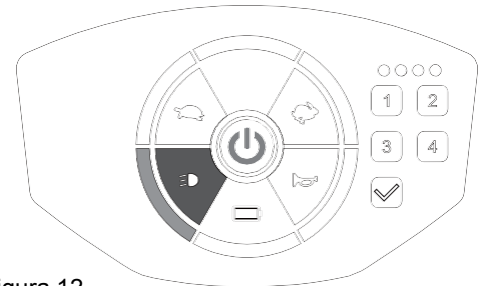

Figura 12
- Desligue premindo o botão de novo. A luz [🔦] apagará no painel. (Figura 12)